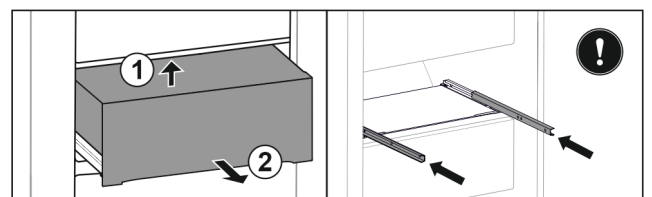

Fig. 126
- ▶ Підняти висувний ящик знизу назад. Fig. 126 (1)
- ▶ Вийняти висувний ящик рухом вперед. Fig. 126 (2)